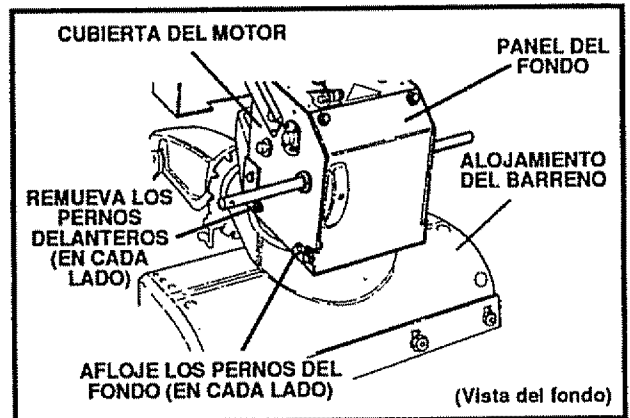
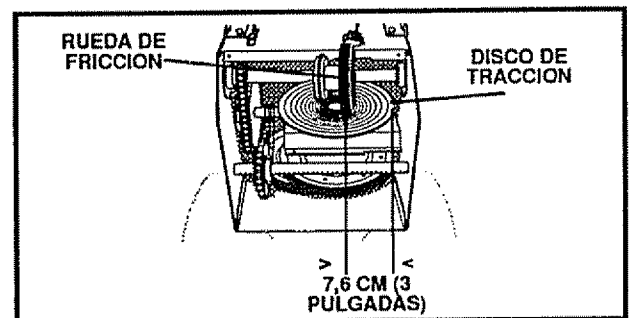

FIG. 30
FIG. 31A
- Remueva los dos pernos superiores que fijan el alojamiento del barreno a la cubierta del motor. Afloje los dos pernos de abajo (vea la Fig. 30 en la página 22).
- Remueva el panel del fondo (vea la Fig. 30).
- Coloque la palanca de cambios en la primera (1) velocidad.
- Observe la posición de la rueda de fricción sobre el disco de tracción: el lado derecho más hacia afuera del disco de tracción debe estar a 7,6 cm (3 pulgadas) del centro de la rueda de fricción (vea la Fig. 31A).
- Mueva la rueda de fricción a su posición correcta como se indicó previamente (vea la Fig. 31A)
- Remueva el panel del fondo (vea la Fig. 30 en la página 21).